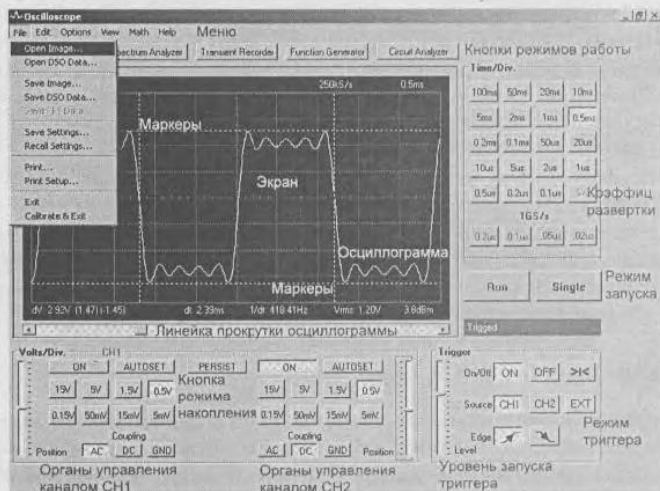

Рис. 6.1. Внешний вид окна лаборатории PC-Lab 2000 (версия 1.38-2004 г.)
Ниже представлено описание последней версии 1.38 лаборатории PC-Lab, появившейся в конце 2004 года. Внешний вид окна лаборатории, развернутого во весь экран дисплея компьютера, представлен на рис. 6.1. Жирными надписями поясняется место расположения основных органов управления и важнейших функциональных частей лаборатории. Отметим их назначение:
- меню — основное меню лаборатории с открывающимися позициями (на рис. 6.1 открыта позиция File);
Как всякая программная система, виртуальная лаборатория PC-Lab 2000 имеет стандартное меню (рис. 6.1) с рядом позиций:
Каждая позиция меню открывается указанием на нее курсором мыши и щелчком левой клавиши мыши (см. рис. 6.1 с открытой позицией File). При этом становится возможным исполнение относящихся к ней команд. Меню PC-Lab 2000 является контекстно-зависимым. Проявляется это в отсутствии позиции Math в меню режима регистрации и частотного анализа схем.
Виртуальная лаборатория PC-Lab 2000 обменивается данными с компьютером через файлы. Для этого она позволяет создавать и считывать файлы ряда характерных для нее форматов. Основные файловые операции PC-Lab 2000 сосредоточены в позиции File меню. Она содержит следующие команды (см. рис. 6.1, где эта позиция открыта):